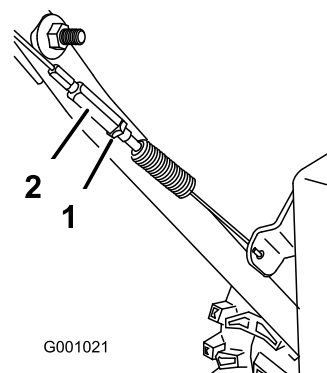

Figura 24
3. Serrate il controdado (Figura 24).